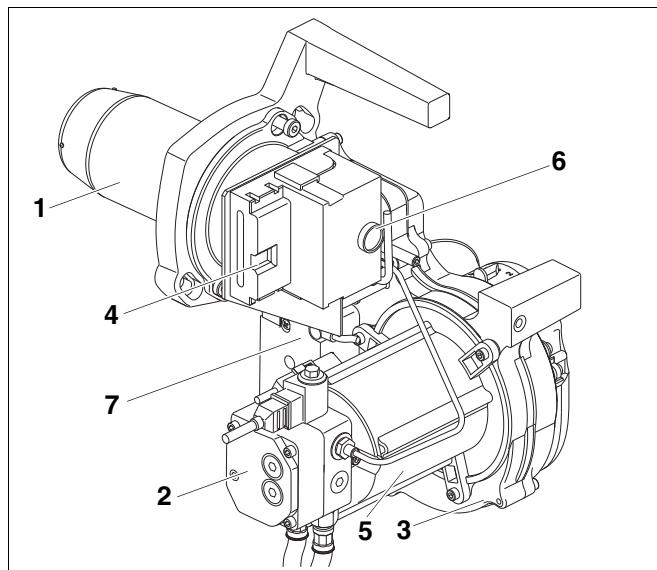

Рис. 1 Горелка Logatop SE
- труба горелки (Рис. 1, **поз. 1**)
- топливный насос с электромагнитным клапаном и шлангами для дизтоплива (Рис. 1, **поз. 2**)
- корпус горелки (Рис. 1, **поз. 3**)
- разъем горелки для подключения 7-полюсного штекера (Рис. 1, **поз. 4**)
- мотор горелки (Рис. 1, **поз. 5**)
- дизельный автомат горения с кнопкой подавления помех (Рис. 1, **поз. 6**)
- устройство розжига (Рис. 1, **поз. 7**)
Горелка (Рис. 1) имеет штекерное соединение с системой управления (7-полюсный штекер).